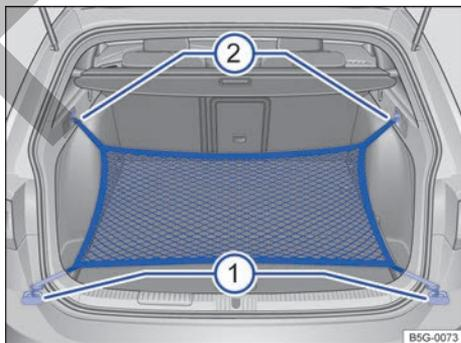

Fig. 171 En el maletero: argollas ① y ganchos ② para enganchar la bolsa de red.
- Fije los ganchos cortos de la bolsa en las argollas de amarre → fig. 171 ① → ⚠. La cremallera de la bolsa tiene que quedar hacia arriba.
- Fije las cintas en los ganchos para colgar bolsas ②.